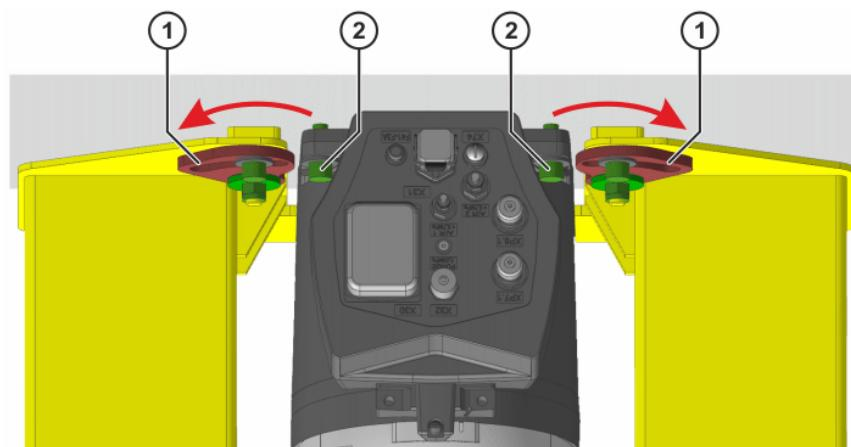

Abb. 8-26: Schwenkhalter nach außen drehen
16. Schwenkhalter nach außen drehen (>>> Abb. 8-26).